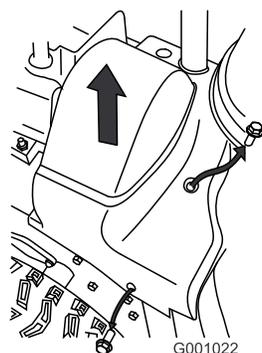

Figura 47
2. Alzate il lato destro del paracinghia (Figura 47).